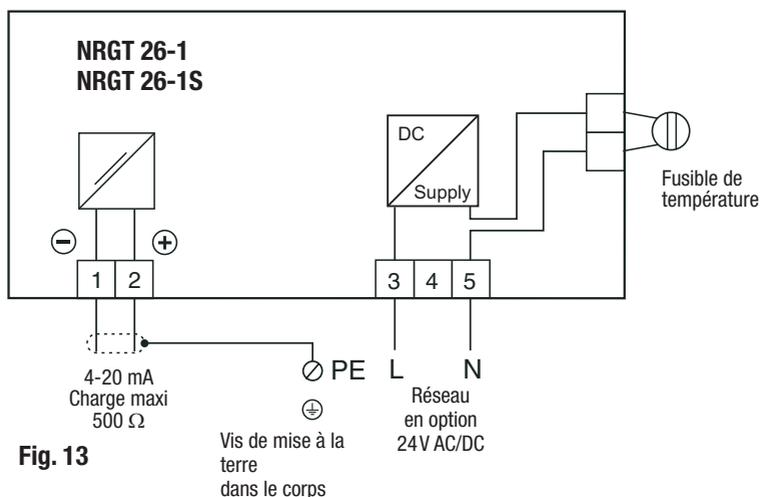

Fig. 13
1. Vérifier si le système NRG 26-1, NRG 26-1S est câblé conformément au schéma de raccordement. **Fig. 13**